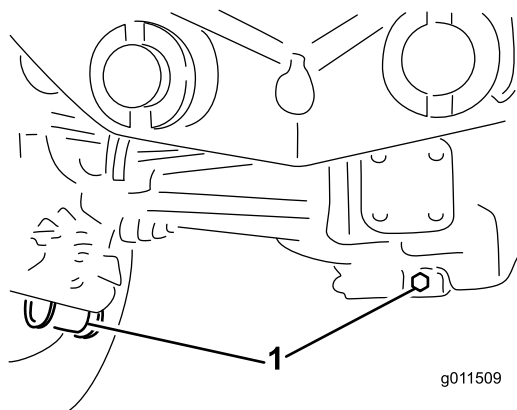

Figura 69
2. Limpie la zona alrededor de los tres tapones de vaciado, uno en cada extremo y uno en el centro (Figura 69).